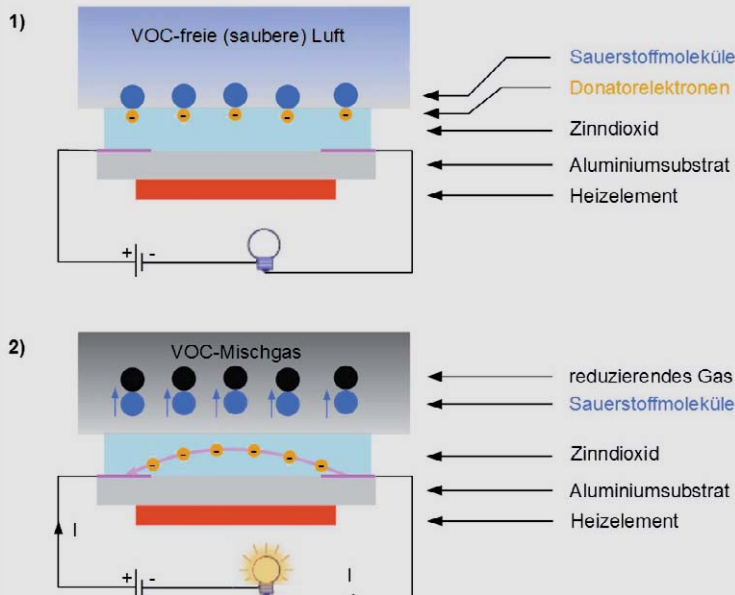

Bild 17: Die VOC-Bestandteile der an einen aufgeheizten Zinndioxidfilm angrenzenden Luft beeinflussen dessen Leitfähigkeit.
1. In sauberer Luft ohne VOC-Anteile werden die Donatorelektronen im Sensormaterial von Sauerstoffmolekülen, die sich an seiner Oberfläche anlagern, gebunden. Es entsteht eine Verarmungsschicht, die Leitfähigkeit nimmt ab und es fließt wenig oder kein Strom (Bild 17 oben).
2. In Anwesenheit des reduzierenden VOC-Gases nimmt die Oberflächendichte des angelagerten Sauerstoffs ab, da er mit dem reduzierenden Gas reagiert. Die Elektronen werden wieder an das Zinndioxid freigegeben, wodurch sie sich unter dem Einfluss des Feldes zwischen den Sensorelektroden bewegen können – ein Strom fließt (Bild 17 unten).